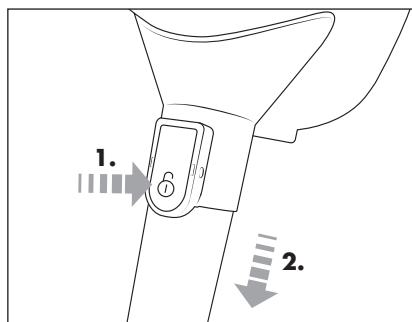

Fig. 6
- ◆ Pentru a îndepărta țeava de aspirare telescopică **16** din aparat Țineți apăsată tasta de deblocare **17**. Trageți apoi țeava de aspirare telescopică **16** din orificiul de aspirare al aparatului (a se vedea fig. 6).